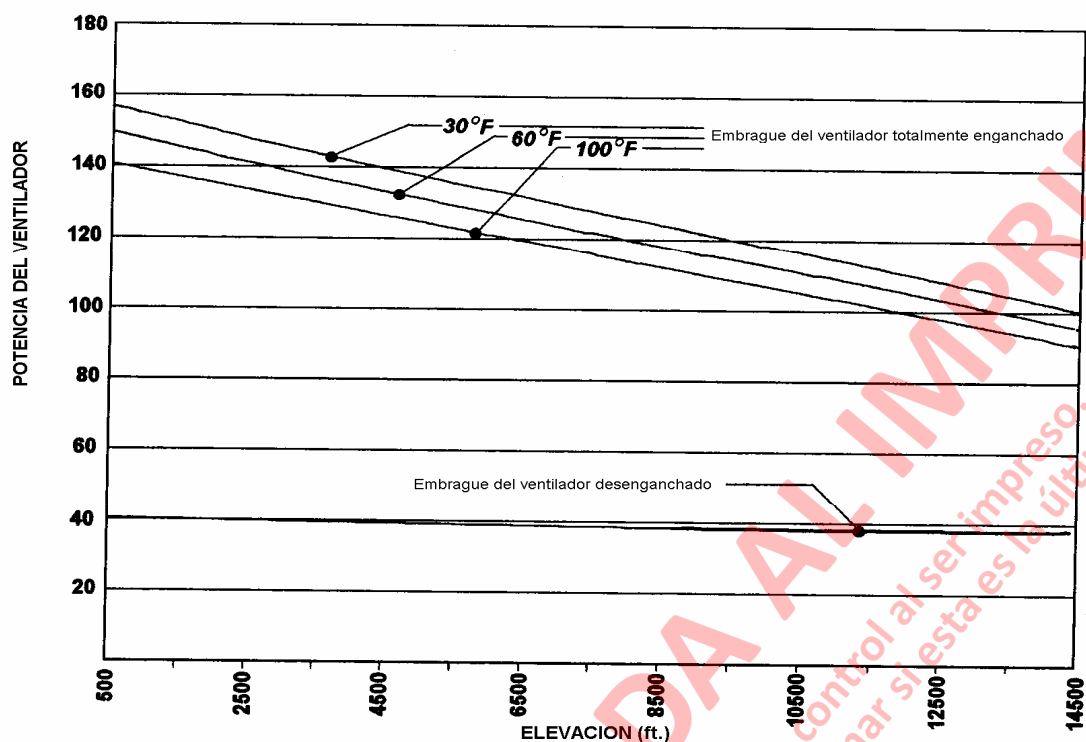

FIGURA 3-17. PERDIDA PARASITA TOTAL A TODA POTENCIA
- c. Consulte la Figura 3-17 para la curva de pérdidas parásitas.